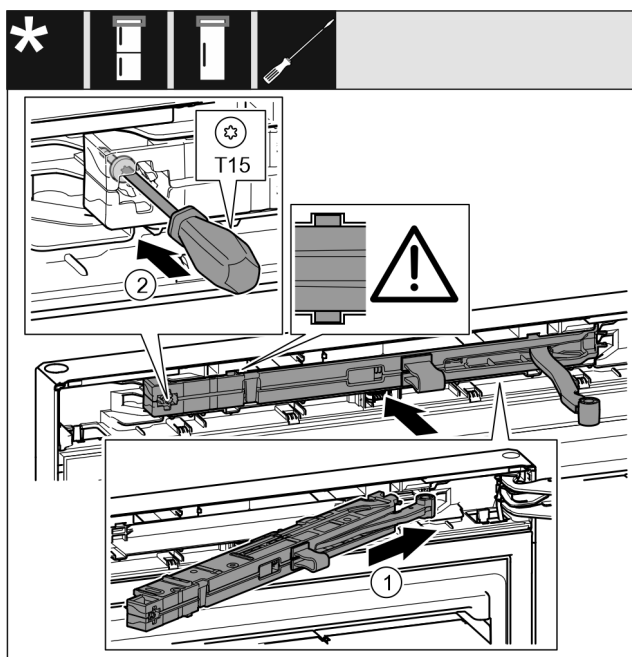

Fig. 71
- ▶ Jednotku tlmivca uzatvárania Fig. 71 (1) zasuňte na strane ložiskovej konzoly až na doraz šikmo do vybrania.
- ▶ Pevne utiahnite skrutku Fig. 71 (2) skrutkovačom.